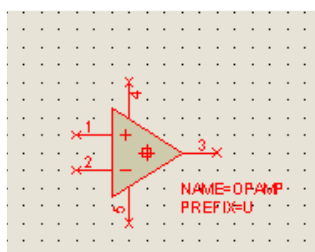

Figura 49: Componente configurado.
3. Configure o pino, informando o nome do pino e número do pino, em seguida clique em NEXT para edição dos demais pinos do componente, veja o exemplo da figura 49.